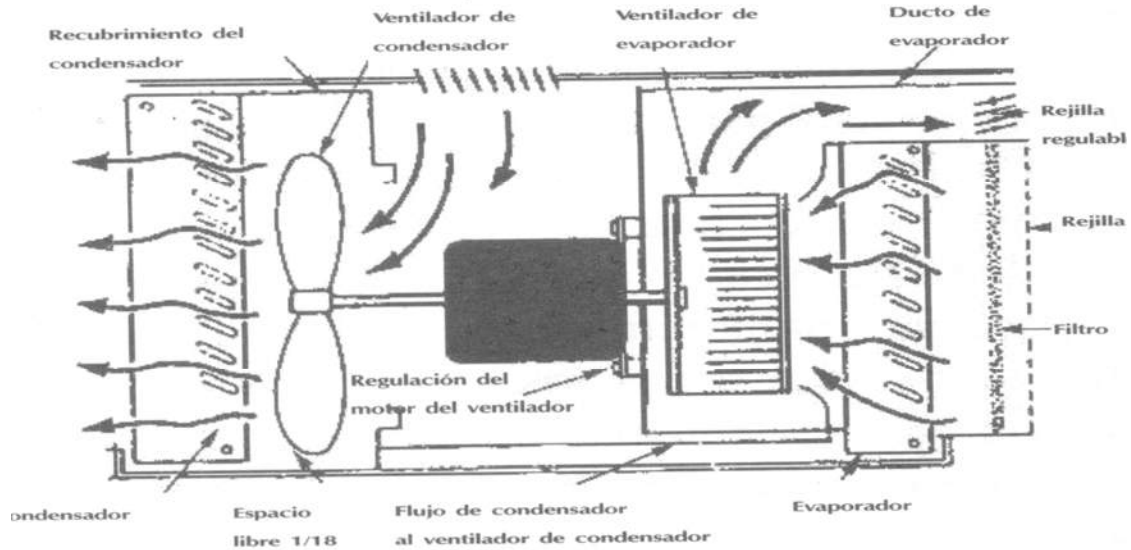

Fig 19: Vista en corte de un AA de ventana
- ☞ **Unidades de ventana:** Se le atribuye este nombre debido al lugar donde este puede ser colocado, esto es, en la ventana de una habitación, o en una apertura hecha en la pared. Solo requieren de una estructura ligera de apoyo o soporte y un tomacorriente con la tensión, frecuencia y capacidad de corriente requerida por el aparato. El equipo se desliza dentro de una caja metálica que le sirve de protección contra los cambios de clima y puede extraerse totalmente para su mantenimiento. En la misma base extraíble se montan todos los componentes del sistema de refrigeración y sus controles (ver fig 19); separando los componentes del lado a alta presión de los del lado de baja, por un panel que provee aislamiento térmico y sonoro. En la parte exterior de este panel se ubican el compresor, condensador, filtro secador, capilar o válvula de expansión automática y motor eléctrico con sus componentes de control. El motor eléctrico dispone de doble salida de eje (una en cada extremo) destinadas a mover el aspa de ventilación del condensador y compresor en su extremo externo, y la turbina de movimiento del aire en a través del evaporador en el extremo opuesto, que pasa al interior a través de un orificio en el panel de separación. En el frente del aparato se ubica el serpentín del evaporador, a través del cual es aspirado el aire ambiental de la habitación. El aire aspirado por la turbina es expulsado a través de unas aperturas dispuestas encima del evaporador para ser devuelto a la habitación. Estas aberturas tienen deflectores cuya función es dirigir el flujo de aire saliente en la dirección que el usuario desee. Mediante un control se puede abrir o cerrar una toma de aire exterior que permite renovar el aire de la habitación en caso de que este se encuentre viciado; cuando este control se encuentra en la posición abierta el equipo reduce su capacidad de enfriamiento pues está admitiendo una cierta cantidad de aire del exterior, que se encuentra a una temperatura superior. El aire que pasa a través del evaporador condensa humedad del aire, la cual gotea hasta una bandeja recolectora que descarga a través de un orificio dispuesto en el borde exterior de la base.